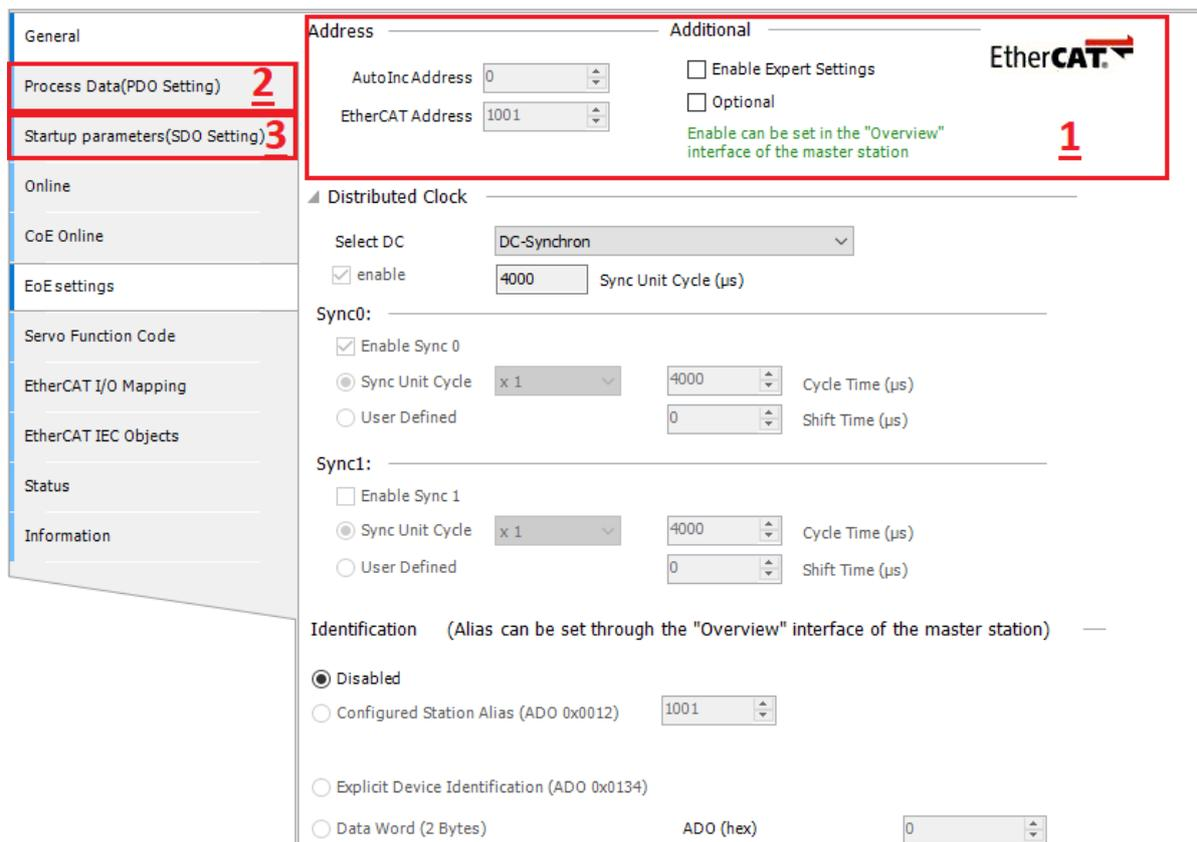

Рис. 4.75. PDO и SDO
- 2) PDO – параметры, которые можно изменять во время работы привода. На каждый параметр выделяется уникальный адрес (рис. 4.75);
- 3) SDO – параметры, которые записываются однократно при включении программы в контроллере (рис. 4.75).